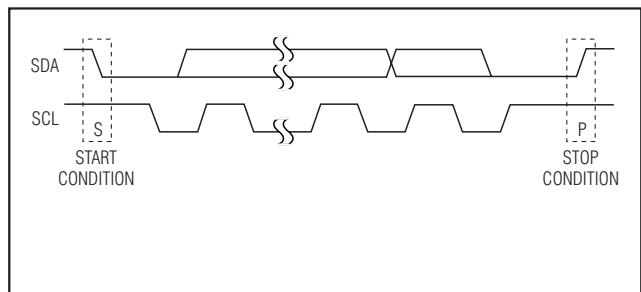

图2. START和STOP条件
每次传输过程包括：主机发送一个开始(START)条件，接下来发送MAX7326的7位从地址和R/W位，或多个数据字节，最后发送停止(STOP)条件终止传输(图2)。
串行接口空闲时，SCL和SDA均保持高电平。主机通过发出START (S)条件指示传输开始，START条件是在SCL为高时、SDA由高至低的跳变。主机完成与从机的通信时，主机发出STOP (P)条件，STOP条件是在SCL为高时、SDA由低至高的跳变。之后，释放总线，以进行下一次传输(图2)。